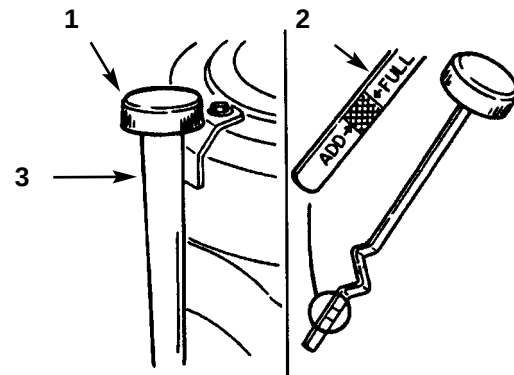

Figure 20
3. Nettoyer la surface autour de la jauge d'huile (Fig. 20) pour éliminer les saletés qui pourraient tomber dans le trou de remplissage et endommager le moteur.
4. Dévisser la jauge et essuyer la tige sur un chiffon propre (Fig. 20).
5. Introduire la jauge d'huile dans le tube de remplissage sans la visser (Fig. 20). Sortir la jauge et examiner l'extrémité. Si le niveau est bas, verser doucement suffisamment d'huile dans le tube de remplissage pour atteindre la marque FULL (PLEIN).
7. Verser lentement 80% approx. de la quantité d'huile spécifiée dans le trou de remplissage (Fig. 20). Contrôler alors le niveau d'huile; se reporter à la section *Contrôle du niveau d'huile..*